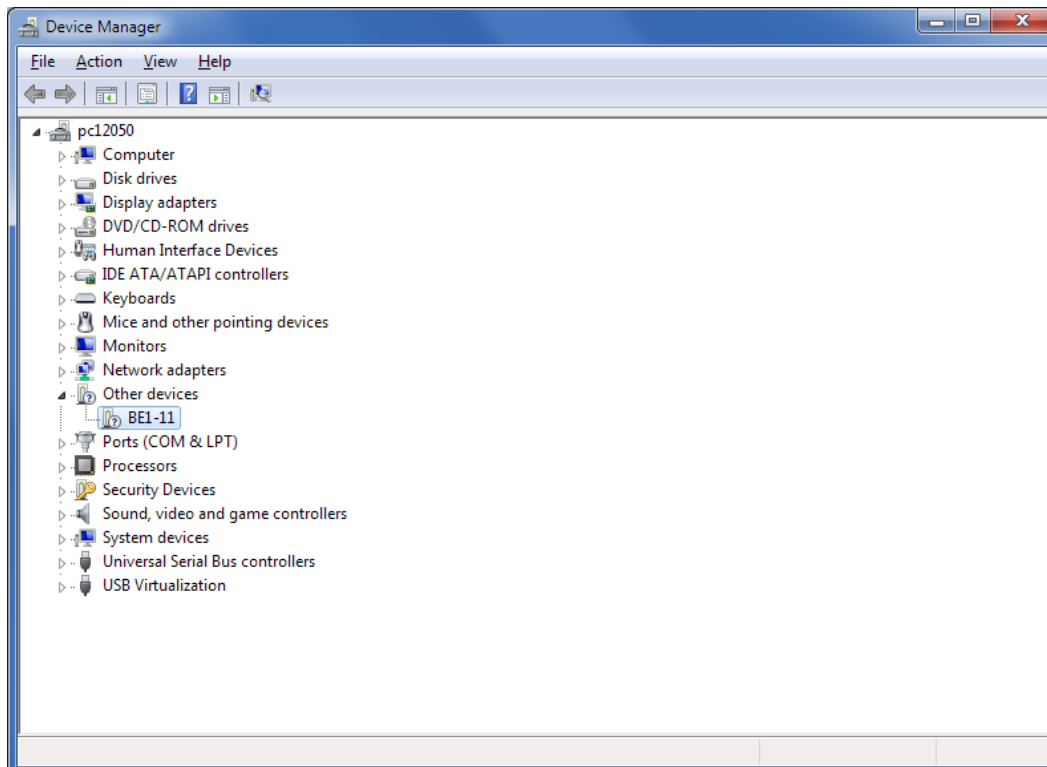

Figure 89-2. Gestionnaire de périphériques
Étape 2 : Ouvrez le Gestionnaire de périphériques de Windows® comme illustré dans la Figure 89-2. Faites un clic droit sur BE1-11 (ou Périphérique inconnu) sous Autres périphériques, puis sélectionnez Propriétés.